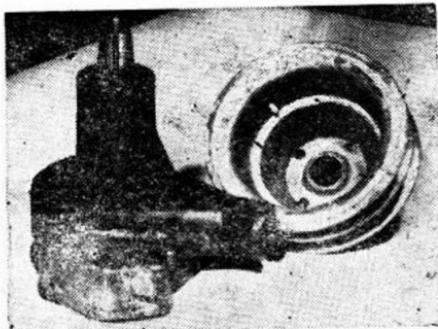

图 11
1. 皮带轮的锥形套磨损，可将皮带轮拆下，用厚1.5~2毫米的铜皮或铁皮剪成锥套形状，垫在皮带轮与锥套配合处解决(图11)。